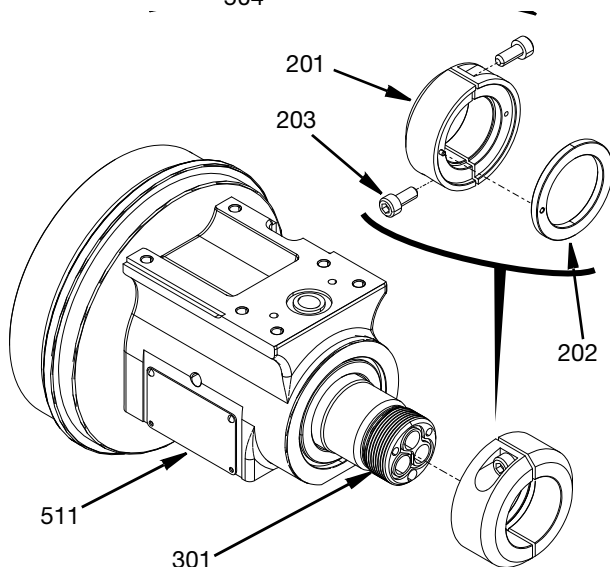

ABB. 27
3. Klopfen Sie das Mittelgehäuse (301) mit einem weichen Gummihammer vorsichtig in das Drehgelenkgehäuse (511), um sicherzustellen, dass das Mittelgehäuse am Flanschlager (502) anliegt.
4. Schieben Sie den Sicherungsring (201) auf den Schaft des Mittelgehäuses (301) und gegen das Flanschlager (502) in Position. Achten Sie darauf, dass der Stift in der einen Hälfte des Sicherungsrings (201) in das Loch der Unterlegscheibe (202) eingreift.
5. Tragen Sie auf die beiden M5 Innensechskantschrauben (203) Gleitmittel auf und ziehen Sie sie mit 6,5 N•m (57,5 in-lbs) an. Siehe ABB. 27.